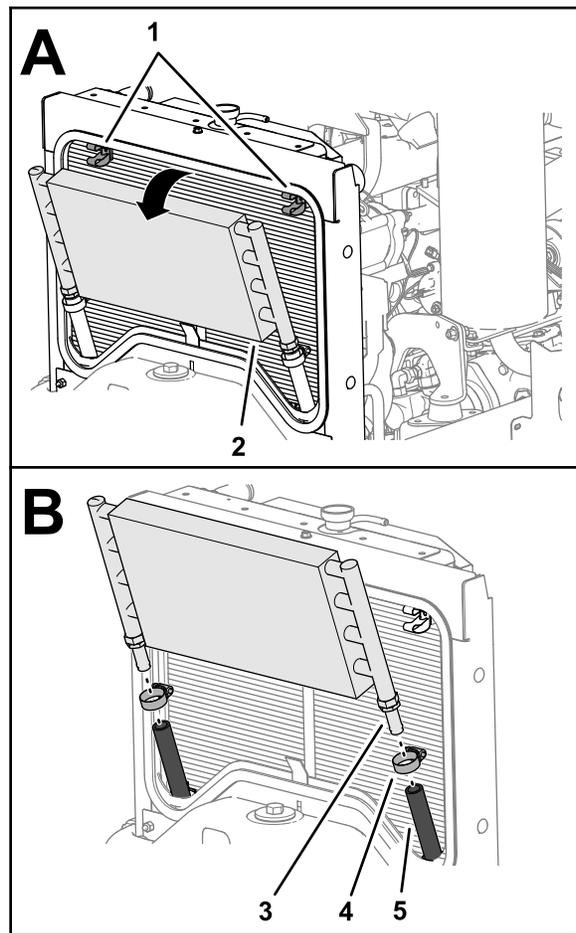

Figura 14
4. Puxe a parte superior do refrigerador do fluido hidráulico para trás e para fora dos dois clips em pinça (Figura 14).
5. Retire as duas braçadeiras de tubos que prendem os tubos às uniões estriadas na parte inferior do refrigerador do fluido hidráulico (Figura 14).
6. Separe o refrigerador dos tubos e retire o refrigerador da máquina (Figura 14).